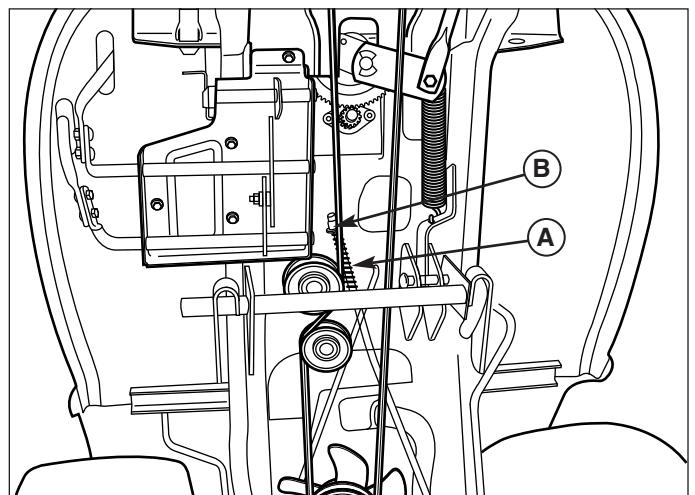

Figure 43. Réglage du ressort de frein
3. Localiser le ressort de frein (A, Figure 43) et l'écrou de réglage (B).
Si le ressort ne se trouve pas dans cette plage, faire tourner l'écrou de réglage (B, Figure 43) pour comprimer ou relâcher le ressort.